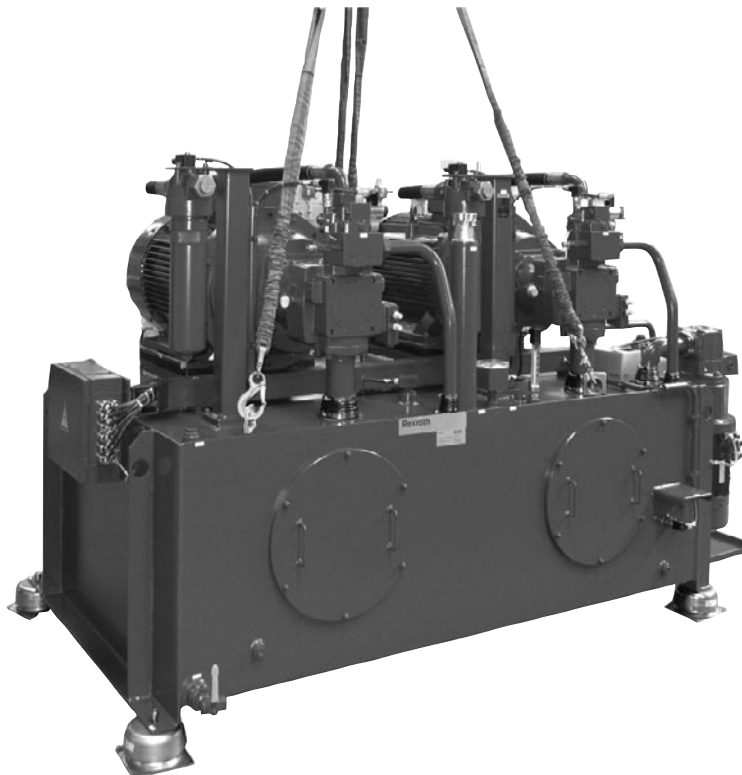

Fig. 5: Utilizarea de benzi de ridicare și puncte de ridicare
- ▶ Pentru ridicare utilizați numai locurile prevăzute, resp. punctele de ridicare (v. fig. 5 și 6).